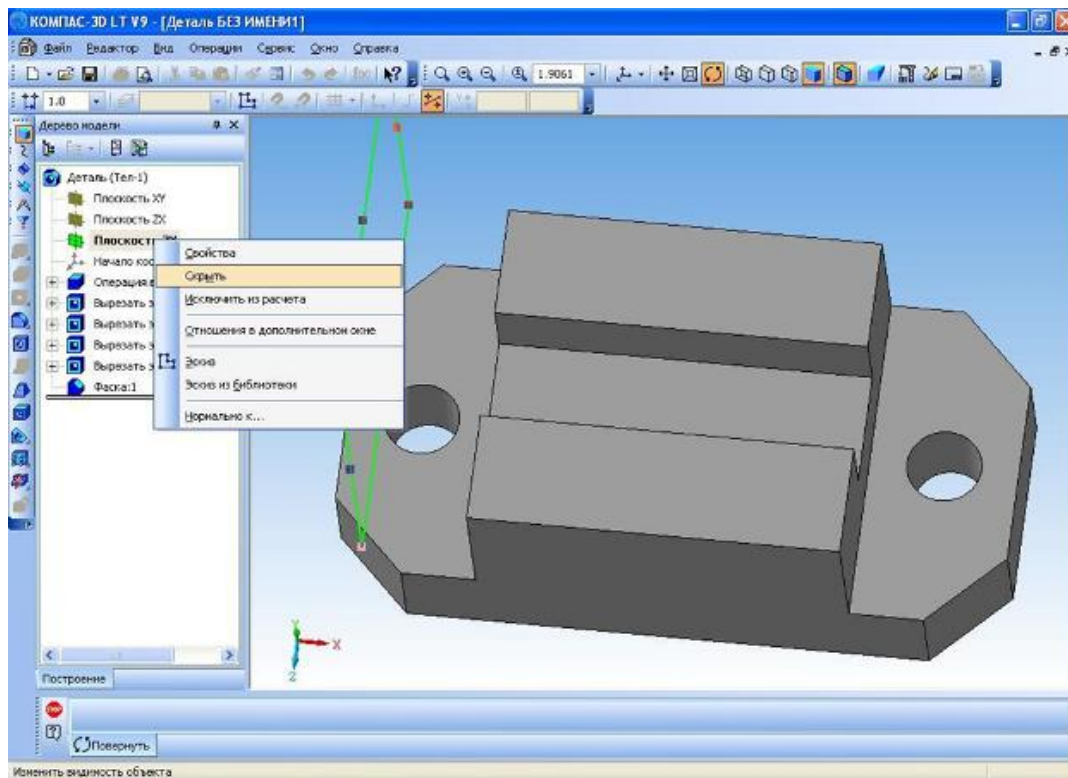

Рис.27
6. При необходимости все плоскости в панели **Дерево построения** можем скрыть, для большей наглядности (см. приложение рис.27).